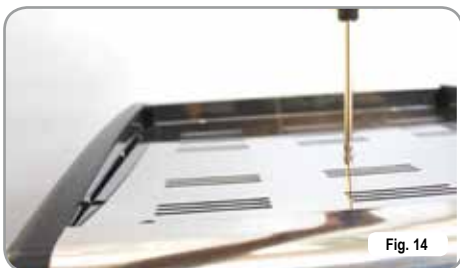

Fig. 14
- Dévisser la vis centrale du panneau supérieur (Fig. 14);